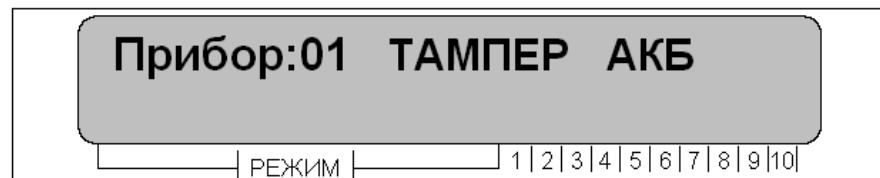

Рисунок 7
- **«Тревоги и неисправности»** - отображается состояние приборов в системе, рисунок 7.